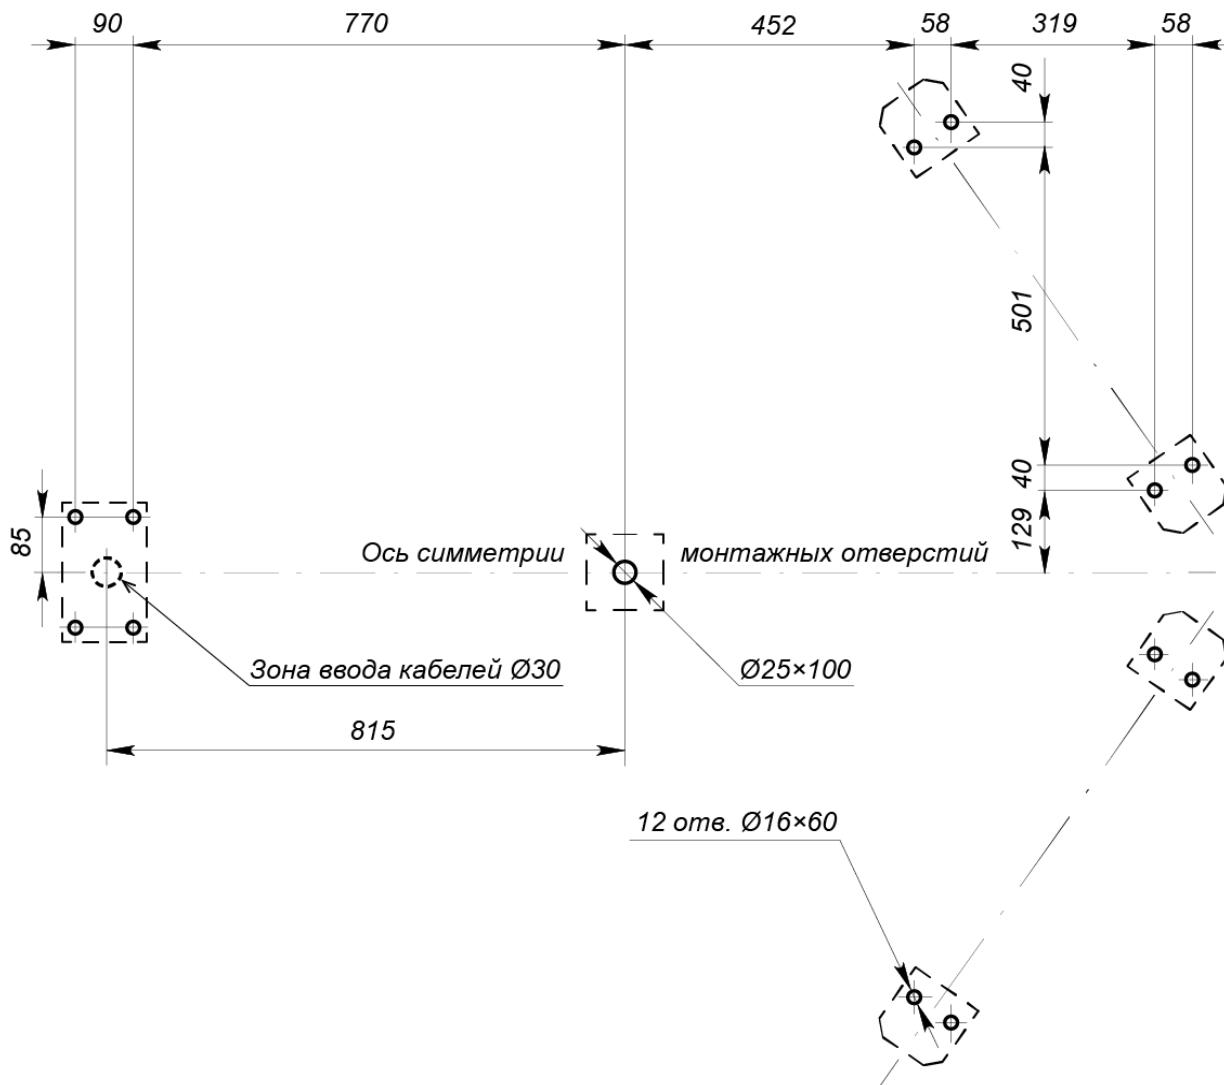
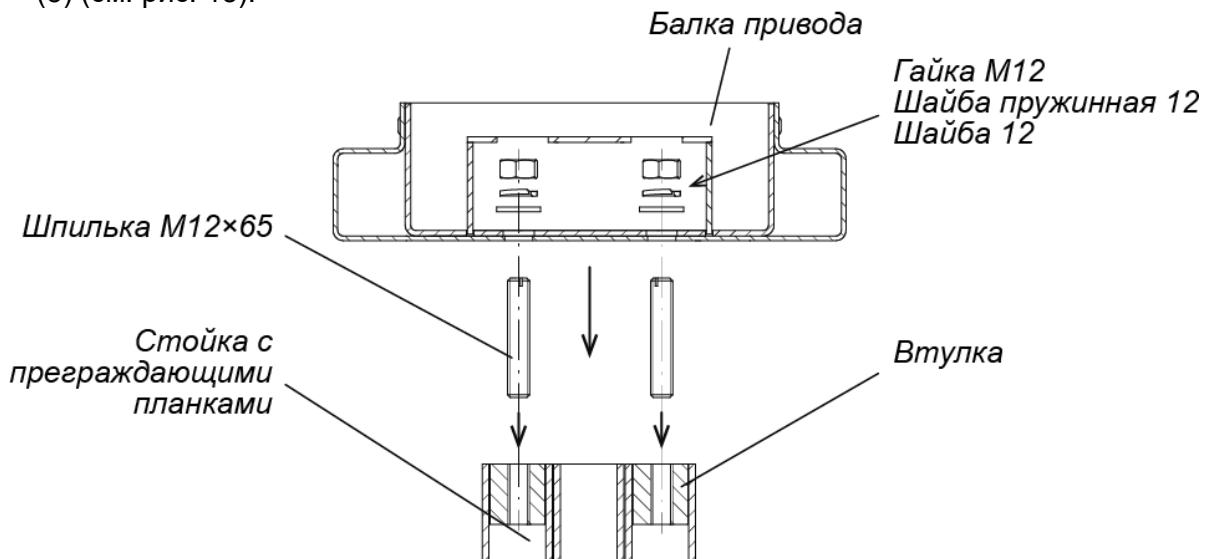
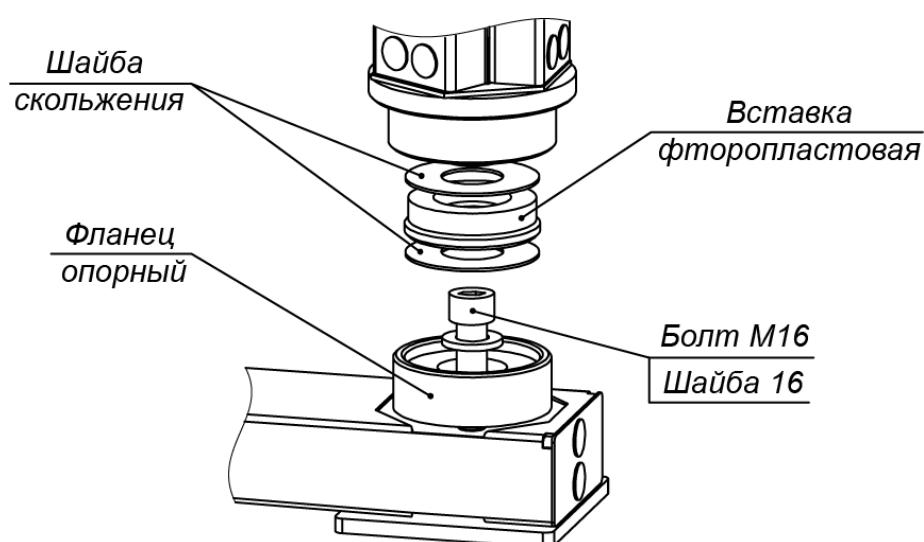

Рисунок 12. Схема разметки для установки турникета
Рисунок 13. Крепление балки привода к стойке с преграждающими планками
Рисунок 16. Нижний узел вращения ротора.
3. Выполните на установочной поверхности разметку отверстий для монтажа турникета. Используйте шаблон из комплекта поставки, но затем обязательно проверьте истинность расстояний в соответствии с рис. 12.
5. Произведите разделку отверстий и, при необходимости, кабельных каналов. Проложите в кабельных каналах необходимые кабели питания (13, 16), устройства *Fire Alarm* (14), ПДУ (15) и дополнительного оборудования, концы кабелей выведите к зоне ввода кабелей в турникет (см. рис. 12).
- Установите секции (6) формирователя прохода на установочную поверхность, ориентируя отверстия в опорных фланцах по расположению анкеров. При этом левая и правая секции должны быть правильно выставлены и сориентированы: блоки индикации (11) формирователей должны быть развернуты от оси симметрии (см. рис. 12).
9. Распакуйте и установите стойку с преграждающими планками (5) (ящик №3, работайте вдвоем!):
- Вверните две шпильки M12×65 в верхнюю часть стойки с преграждающими планками (5) (см. рис. 13).
- Положите стойку с преграждающими планками на установочную поверхность таким образом, чтобы фланец находился рядом с зоной ввода кабелей (рис. 12). Затем, используя монтажную проволоку, протяните кабели питания турникета (13), питания подсветки прохода (16) и кабели управления через нижнее отверстие в стойке с преграждающими планками со стороны фланца вверх по стойке до выхода из ее верхнего отверстия. Отрегулируйте длину концов кабелей на выходе из верхнего отверстия, которая должна составлять не менее 1 м.
- Установите стойку с преграждающими планками на отверстия с анкерами в установочной поверхности вдоль оси симметрии, при этом фланец должен встать на зону ввода кабелей, а место нижнего узла вращения (3) – на отверстие с анкером M16 (см. рис. 12). Вставьте на место опорный фланец нижнего узла вращения (см. рис. 16).
10. Из ящика №4 распакуйте и установите лист (7) сверху на формирователь прохода (работайте вдвоем!):
- Сориентируйте лист (7) так, чтобы две шпильки, установленные в секциях, прошли через него, а две грани листа, вдоль каждой из которых расположен ряд из четырех отверстий, имеющих с нижней стороны листа выборку большего диаметра, находились бы над секциями.
- Аккуратно удерживая лист на весу, протяните кабели от блоков индикации (12) от левой и правой секции формирователя прохода через соответствующие отверстия в листе. Окончательно установите лист на место, будьте внимательны, не повредите кабели! Обратите внимание на то, чтобы установленные на секциях резьбовые втулки вошли в отверстия в листе, обеспечивая плотное прилегание листа к поверхностям секций.
11. Из ящика №1 распакуйте и установите балку привода (8) (работайте вдвоем!):
- Придерживая балку, осторожно приподнимите ее поочередно с каждой из сторон и пропустите концы кабелей в соответствующие отверстия балки привода: кабели индикации (12) из формирователя прохода, а также кабели питания и управления из стойки с преграждающими планками.
- Закрепите балку привода четырьмя гайками M12 с шайбами (см. рис. 13 и 15), навернув их на шпильки с помощью торцового ключа S19. Затяжка гаек предварительная, для возможности регулировки положения;
- Стяните лист (7) с балкой привода (8) снизу двумя винтами M6×30, вкрутив их в резьбовые отверстия со стороны стойки с преграждающими планками.
12. Соберите ротор (1) (работайте вдвоем!):
- Соберите нижний узел вращения (3) ротора в стойке с преграждающими планками (5) (см. рис. 16). Две шайбы скольжения и находящаяся между ними фторопластовая вставка должны лежать в узле без перекосов, опираясь на всю опорную поверхность, симметрично относительно оси ротора (верхняя шайба скольжения приклеена к валу ротора). При этом гладкие поверхности шайб скольжения должны быть ориентированы на вставку. Допускается применение на поверхностях скольжения молибденовой смазки.